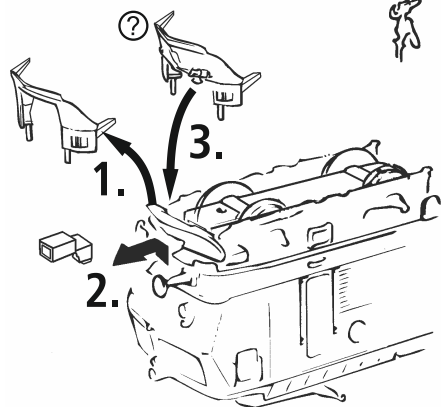
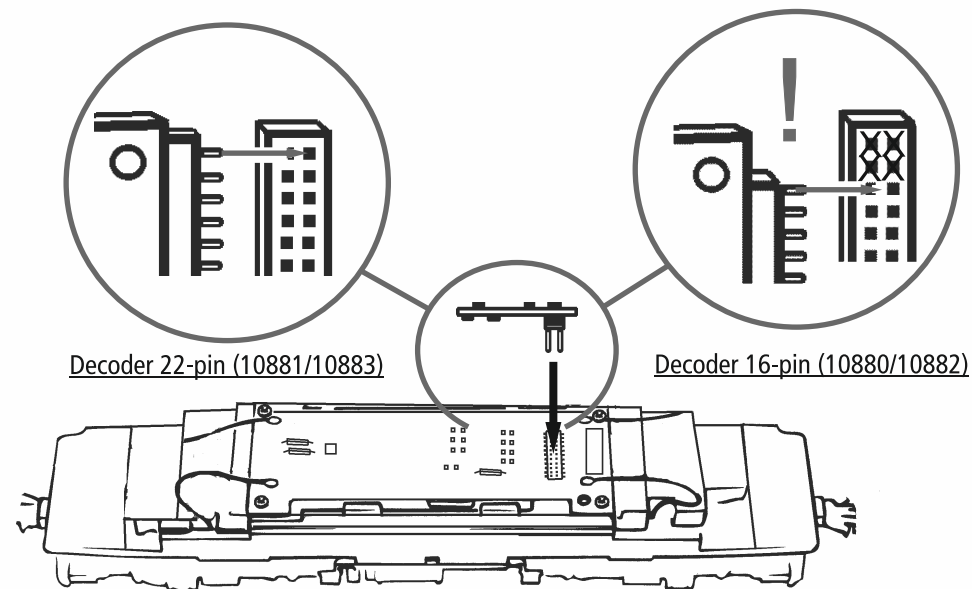

Fig. 3
Fig. 6
1. Reinigung der Radstromkontakte: Radstromkontakte können auf unsauberen Schienen leicht verschmutzen. Entfernen Sie vorsichtig mit einem kleinen Pinsel den Schmutz an den in Fig. 6 gekennzeichneten Stellen. Dazu zuerst das Lokgehäuse abnehmen (Fig.3)
2. Schmierung: Versehen Sie die im Schmierplan in Fig. 8 gekennzeichneten Stellen mit nur kleinen Öltropfen. Dazu zuerst das Lokgehäuse abnehmen (Fig. 3). Wir empfehlen den ROCO Öler Art.-Nr. 10906. Fürs Schmieren der Getriebeteile (Zahnräder, Schnecke) empfehlen wir das ROCO-Spezialfett Art.-Nr. 10905. Im Falle der Schmierung diese Teile nicht ölen.
4. Kohlebürstenwechsel: Lokgehäuse abnehmen (Fig. 3). Danach wird der Motor ausgebaut und die Kohlebürsten ausgewechselt (Fig. 9).
1. Nettoyage des lames de courant aux roues: Les lames de contacts risquent de s'encrasser rapidement sur des voies poussiéreuses. Veuillez **enlever la poussière** aux endroits marqués à la fig. 6 à l'aide d'un petit pinceau souple. A ces fins démontez d'abord la caisse (fig. 3).
2. Graissage: N'appliquez **qu'une tout petite goutte** aux endroits indiqués par le plan de graissage (fig. 8) après avoir démonté la caisse de la locomotive (fig. 3). Nous vous recommandons **le graisseur à huile Roco réf. 10906**. Pour graisser les engrenages (roues dentées, vis sans fin) nous vous conseillons la **graisse spéciale Roco réf. 10905** pour engrenages en matières synthétiques. Lorsque vous utilisez cette graisse il faut éviter d'huiler ces composants
4. Remplacement des balais du moteur: Démontez la caisse (voir fig. 3). Démontez ensuite le moteur et échangez le balais (fig. 9).
1. Cleaning of wheel contacts: Wheel contacts easily get dirty on tracks which are not entirely clean. Use a small brush to **remove dirt** from spots marked in fig. 6. Prior to cleaning the contacts dismantle the loco body (fig. 3).
2. Lubrication: Apply **tiny oil drops** to spots marked in fig. 8. Prior to lubrication dismantle loco body (fig. 3). We recommend using item no. **10906, Roco oiler**. For lubrication the gear-parts (e.g. cog-wheels, worm) we should recommend our Roco **special grease** (item no. **10905**).
4. Carbon brush changing: First remove loco body (fig. 3) and then the motor (fig. 9).